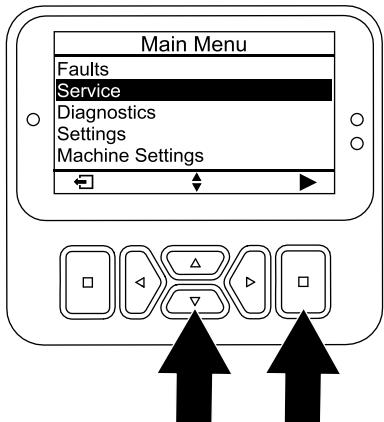

Figura 95
4. Pulse el botón abajo hasta que se seleccione la opción SERVICE (Mantenimiento) y pulse el botón de selección (Figura 95).